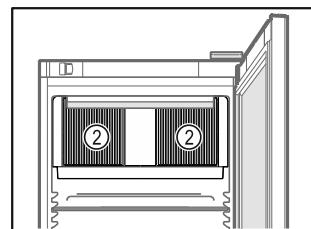

Fig. 76
- Διατηρείτε ελεύθερες τις σχισμές αερισμού Fig. 76 (2) του ανεμιστήρα στο εσωτερικό.